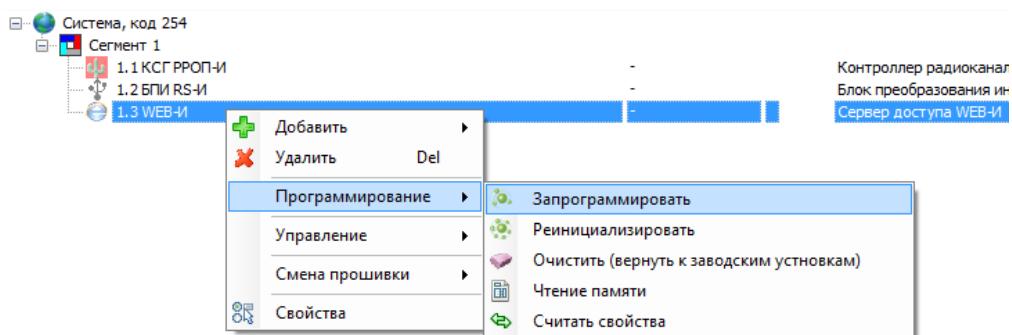

Рис. 13
- Для записи изменений выполните программирование устройства (Рис. 13).